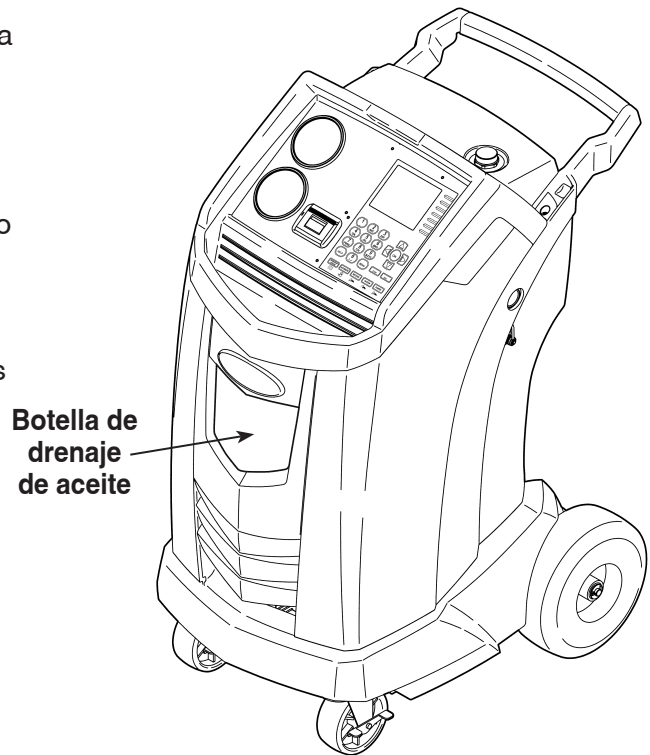

Figura 2
1. Mantenga la botella de drenaje de aceite derecha e inserte el conector en el hueco de la unidad hasta que esté en su lugar. Consulte la figura 2.